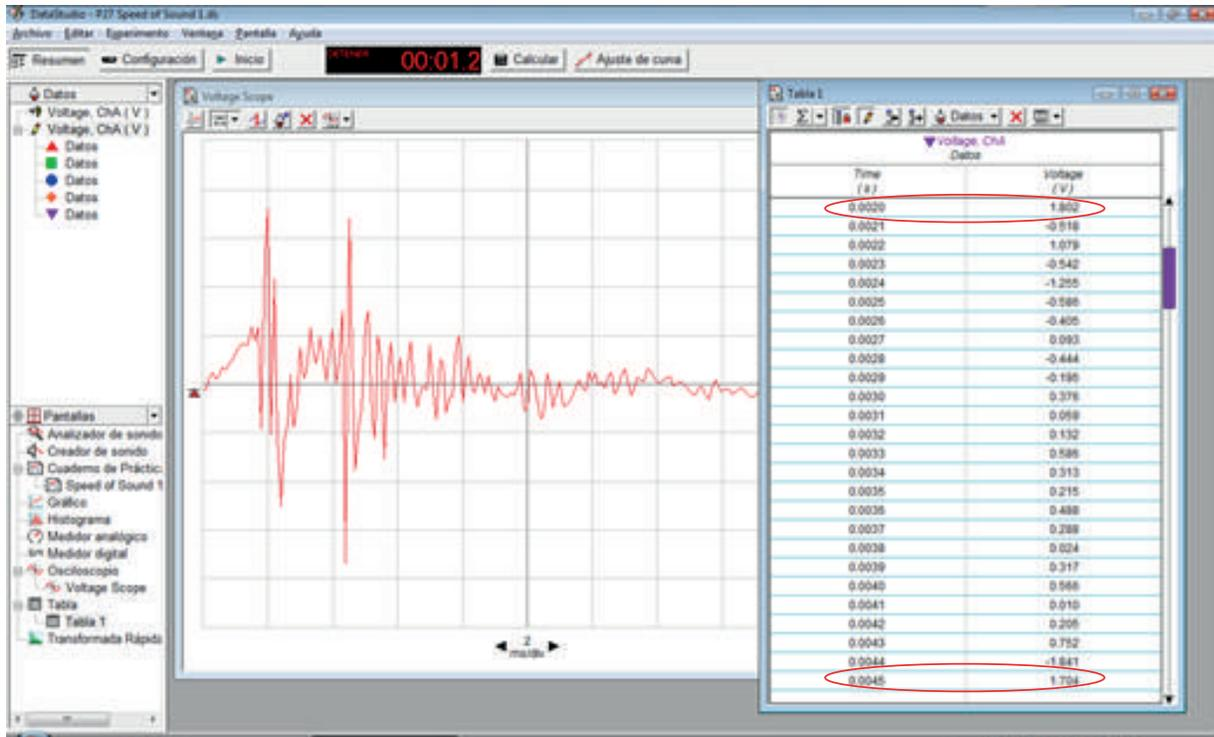

Figura 10.28. Tabla de datos generados
i) Utilice el gráfico que se muestra y si desea, las herramientas de análisis para encontrar el tiempo entre el primer pico del sonido y el primer pico de su eco o, puede apoyarse de los datos en la tabla generada (figura 10.28). Anote su resultado en la tabla 10.2.